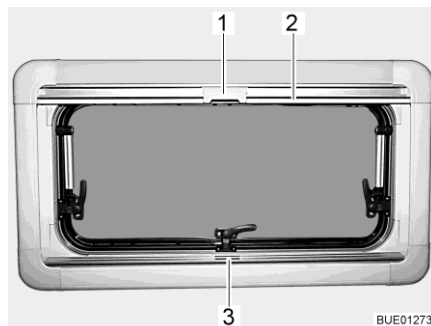

Fig. 119 Ventana abatible
- Sujetar el estor plegable por el centro del agarradero (Fig. 119,3), tirar de abajo a arriba y soltarla a la altura deseada. El estor plegable se queda fijo a esta altura.
- Tirar del agarradero de la mosquitera enrollable (Fig. 119,2) hacia abajo hasta que choque con el agarradero del estor plegable (Fig. 119,3).
- Bloquear el cierre (Fig. 119,1) de la mosquitera enrollable con el agarradero del estor plegable.
- Empujar hacia atrás el cierre (Fig. 119,1) de la mosquitera enrollable por arriba.
- Regresar la mosquitera enrollable lentamente en el agarradero (Fig. 119,2).